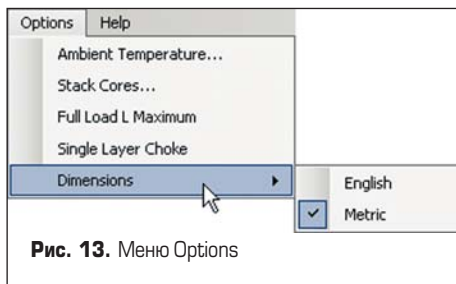

Рис. 13. Меню Options
• Options — различные параметры настройки программы (рис. 13):